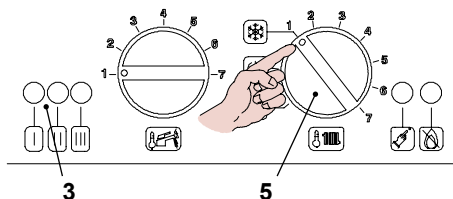

Figura 9.19
- Quindi riposizionarlo in richiesta Riscaldamento/sanitario Figura 9.19